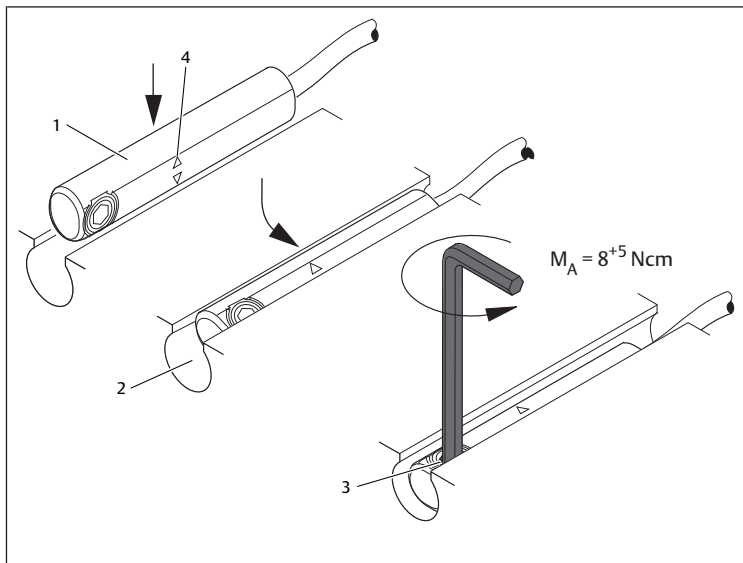

Fig. 1: Montage du capteur
Voir → Fig. 1
4. Insérer le capteur (1) dans la rainure C (2) par le haut puis le faire coulisser dans la rainure C jusqu'à ce que les deux LED s'allument simultanément. Enfin serrer la vis de fixation (3) à fond. Couple de serrage : $M_A = 8^+5$ Ncm. Voir → Fig. 1.